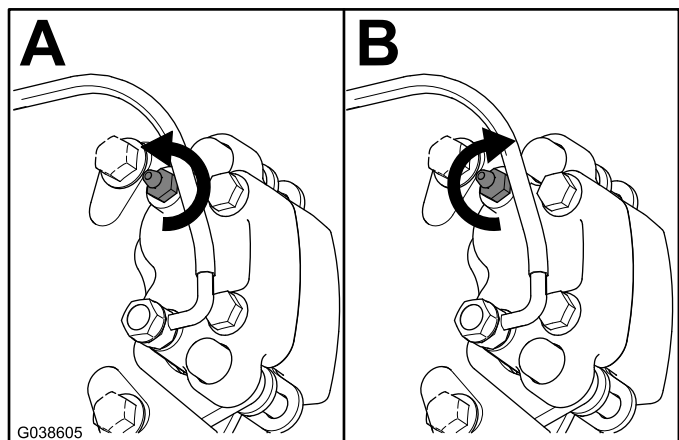

図 11
2. ブレーキペダルをいっぱい踏み込んだ状態で、ブリードねじを $1/4$ 回転ゆるめる 図 11。
3. ブレーキペダルをいっぱい踏み込んだ状態で、ブリードねじを $1/4$ 回転締め付ける 図 11。